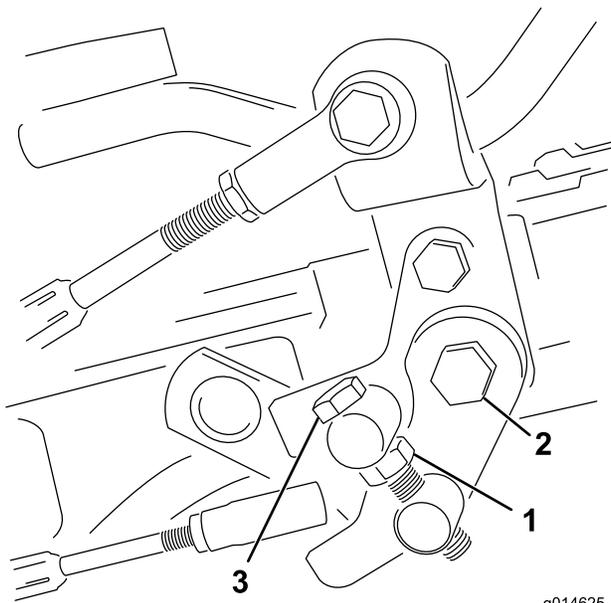

図 55
1. トラニオン・ボルトのジャムナットをゆるめる（図 55）。
4. トラニオン・ボルトのジャムナット、およびペダル・ピボットのナットを締め付けて調整を固定する (図 55)。調整を確認し、必要に応じて再調整する。